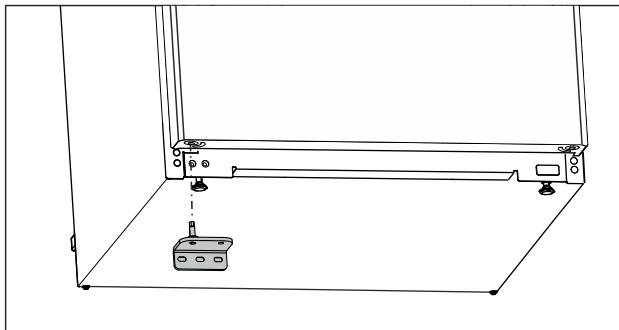

Fig. 24
- Nasadte ložiskovú konzolu na opačnú stranu. (pozri Fig. 24)